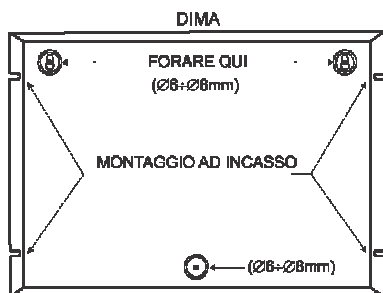

Figura 4.
- Utilizzare la dima fornita per segnare i punti da forare sulla parete in corrispondenza con i fori nel contenitore - Figura 4.
- Figura 4.